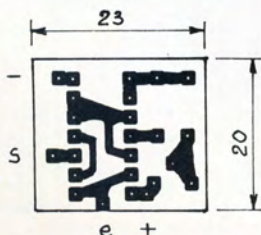

Fig. 3. - C.I. de l'inverseur de sens.
a) **Le CI.** Une plaquette d'époxy simple face 8 à 15/10, de 20 x 23 mm, suffit à porter les quelques composants. On en trouve le dessin en figure 3.